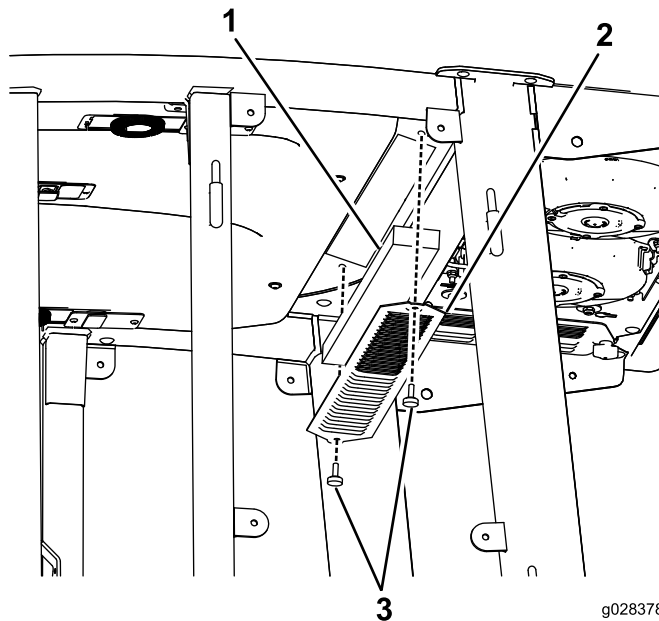
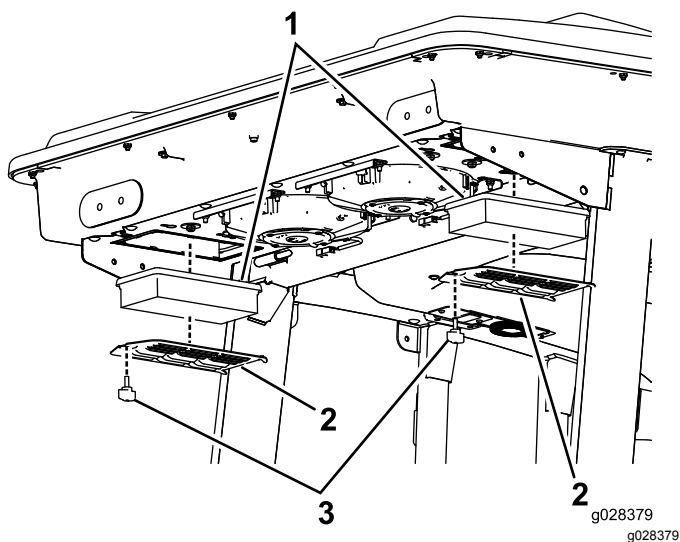
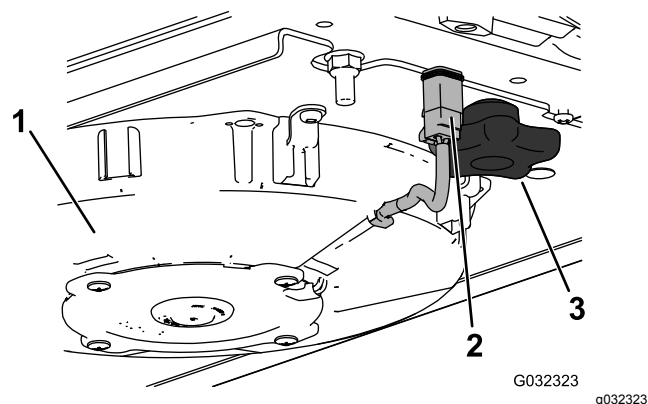
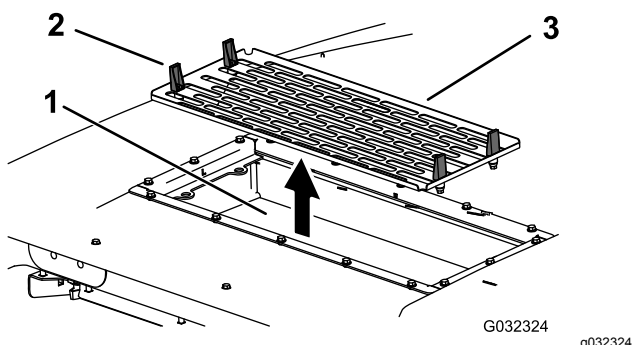

Рисунок 91
Рисунок 92
Рисунок 94
Рисунок 95
1. Выверните винты и снимите решетки у салонного и заднего воздушных фильтров кабины (Рисунок 91 и Рисунок 92).
5. Снимите воздушные фильтры (см. Рисунок 92).
7. Установите воздушные фильтры, сетку и вентилятор в сборе (Рисунок 92, Рисунок 94 и Рисунок 95).
8. Подсоедините провод к каждому вентилятору (Рисунок 94).